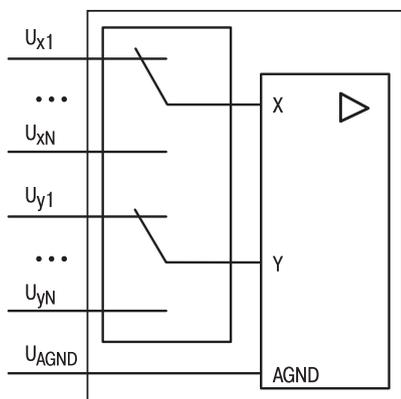

Рис. 3. Вход дифференциальный с ДКК
*Дифференциальный вход с динамическим коммутатором каналов (ДКК)* (рис. 3) схематически получен из дифференциального путём добавления аналогового мультиплексора входных цепей для реализации многоканальных режимов. Подобное решение традиционно применяется в многоканальных АЦП.